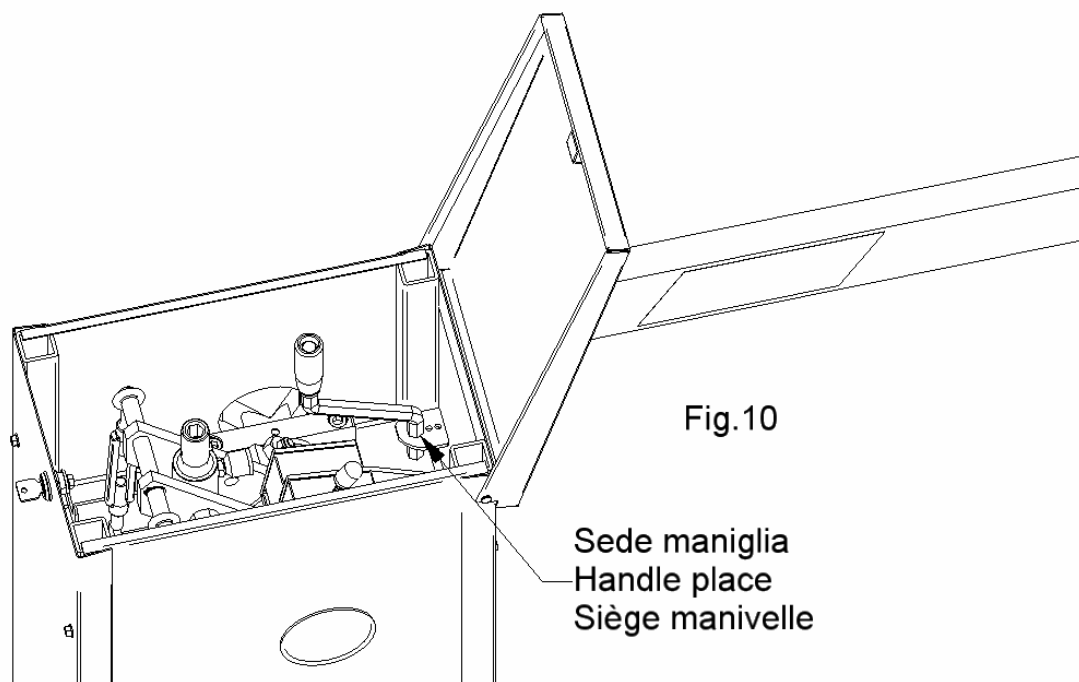

Fig.10
- Aprire il coperchio (pos.42) aprendo la serratura (pos.34).
- Inserire la maniglia (pos.43) nell'innesto comando manuale (pos.32) con sede esagonale presente sulla vite che movimentata l'albero oscillante.
Ultimata la manovra manuale la maniglia va ricollocata nella sua sede (vedi fig.10) ed il coperchio va nuovamente chiuso a chiave. Attenzione con il coperchio aperto non è possibile, per ovvii motivi di sicurezza, il comando motorizzato della barriera poiché il finecorsa di sicurezza (pos.69) è attivato.
Completed the manual manoeuvre, the handle must be replaced in its center (see fig.10) and close again the cover with the key.
- Ouvrir le couvercle (pos.42) en ouvrant la serrure (pos.34).
- Insérer la poignée (pos.43) dans le greffe commande manuel (pos.32) avec siège hexagonal présent sur les vies qui mouvementent l'arbre oscillant.
- Tourner la poignée en sens horaire ou contraire aux aiguilles d'une montre pour mouvementer la lisse dans les 2 sens. Achevée la manoeuvre manuelle la poignée va repositionnée dans son siège (vois fig.10) et le couvercle va nouvellement fermé à clé. Attention avec le couvercle ouvert n'est pas possible, pour des évidentes raisons de sûreté, le commande motorisé de la barrière puisque le fin de course de sûreté (pos.69) est activé.